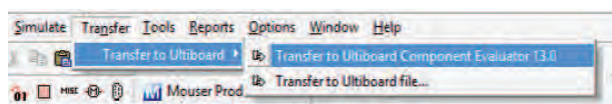

Рис. 11. Выбор режима перехода к проектированию печатной платы
1. В меню Transfer выбрать пункт Transfer to Ultiboard/Transfer to Ultiboard Component Evaluator 13.0 (рис. 11).